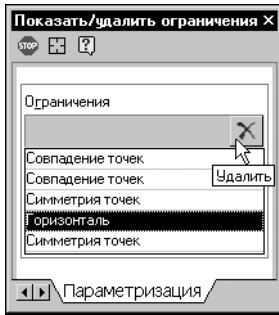

Рис. 64.15. Связи и ограничения отрезка
2. Выделите отрезок 1–2 и просмотрите его связи и ограничения (рис. 64.15).